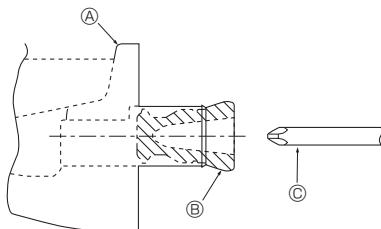

Fig. 5-1
- For rørledningen i venstre side skal gummidrænpladen sættes i højre drænåbning. (Fig. 5-1)